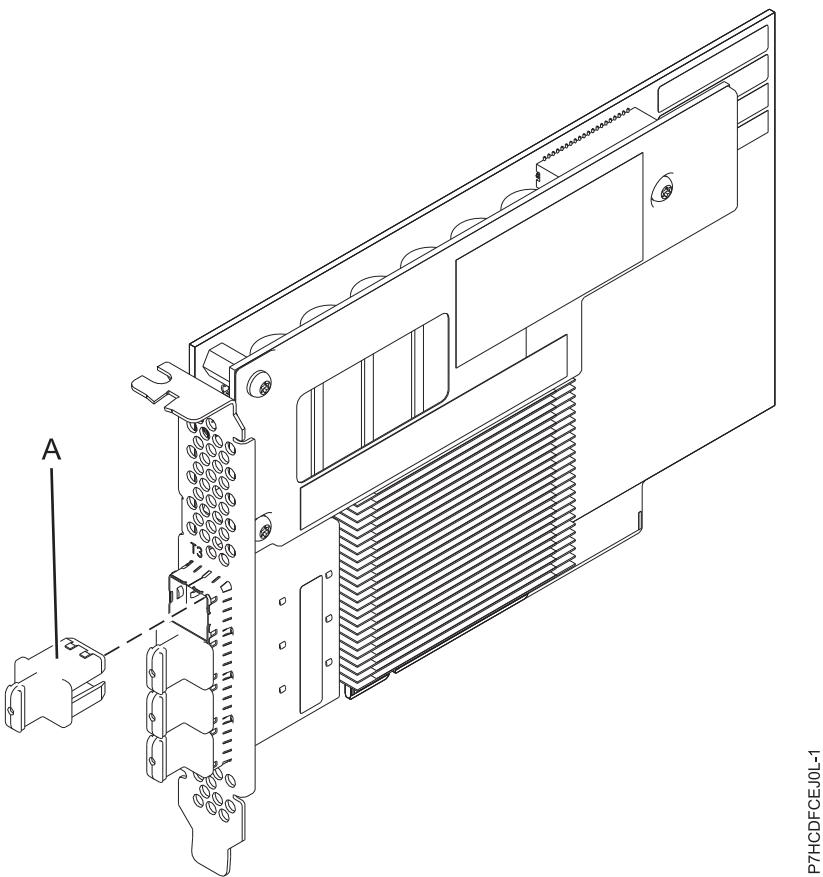

図 16. PCIe3 12 GB キャッシュ RAID SAS 6 Gb アダプター
46 ページの図 16 は、PCIe3 12 GB キャッシュ RAID SAS クワッド・ポート 6 Gb アダプターを示しています。コネクター・プラグ (A) は、空白ポートに取り付けて、隣接したポート・コネクターのケーブルが差し込まれたり取り外されたりした場合のそのポートの損傷を防ぎます。
FC EJ0L は、シングル幅、フルハイドの short アダプターです。図 16 は、FC EJ0L アダプターを示しています。すべての FC EJ0L は、SAS RAID アダプターとペアになっているこのサーバーまたは別のサーバー上に、別の FC EJ0L を必要とし、キャッシュ機能およびその他のマルチニシエーター高可用性 (デュアル・ストレージ IOA) 機能を使用できるようにします。